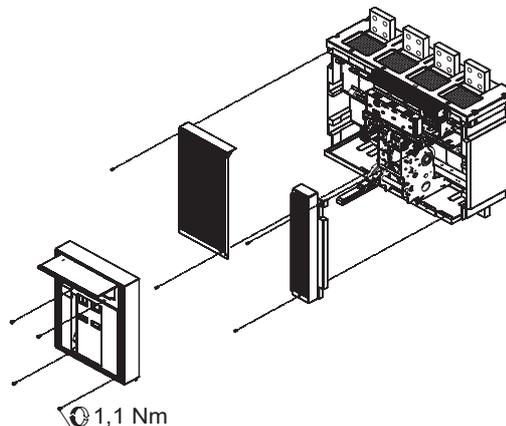

Abb. 23
- Die Bedienungsblende wie in Abbildung 23 gezeigt wieder einbauen.